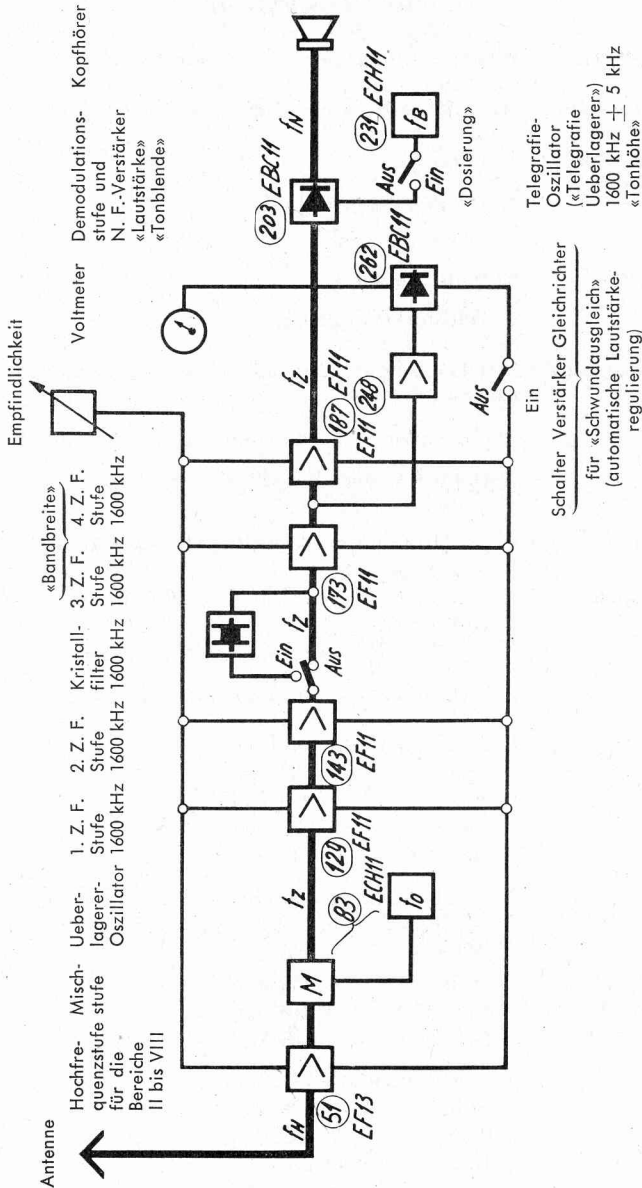

Bild 45. Blockschema des Empfängers E 39.
(Blockschema Bild 45, siehe auch Zif. 52—70.)
**168 k) Röhrenbestückung des Empfängers E 39** (siehe Blockschema Bild 45 und Bild 50 bis 52.